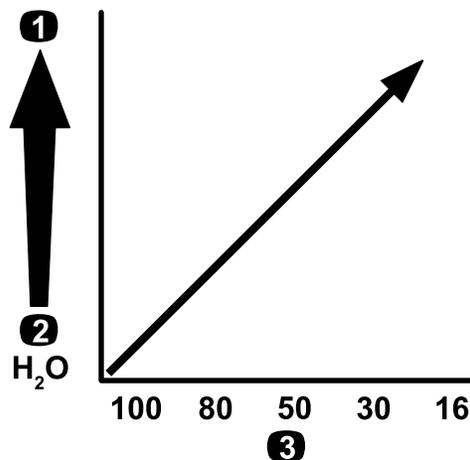

図 14
**重要** 粘度の高いドロドロした薬剤や、ウェットブル水和剤を散布する場合には、オプションの目の粗い圧力フィルタが必要になる場合があります 図 14を参照。